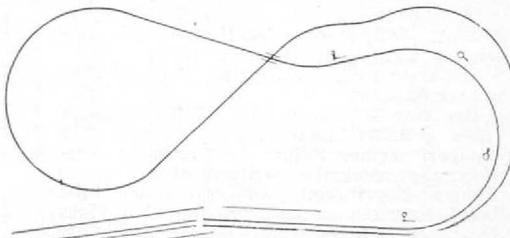

Abb. 4. Die Gleisführung; der schematisierte Bahnhof wird noch genauer gezeigt.
1. Ich möchte es fast als Bruch eines Dogmas bezeichnen, daß meine Bahnhofsgleise nicht parallel zum Anlagenrand, sondern in einem spitzen Winkel von ca. 7° dazu verlaufen. Die entgegengesetzt liegende Ausfahrt jenseits der Gleisverzweigung stellt die Harmonie wieder her und verleiht dem gesamten Bahnhofsviertel ein wirkungsvolles Gepräge. Dies zeigt schon der Längsblick über die Abbildung 4 aus geringer Höhe. Thematisch wird der Knick in der Gleisführung durch die Andeutung abschüssigen Geländes begründet.